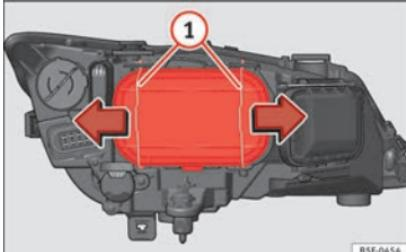

Fig. 103 Feux de croisement.
– Déplacez les tirants »» fig. 103 ① dans le sens de la flèche puis retirez le cache.